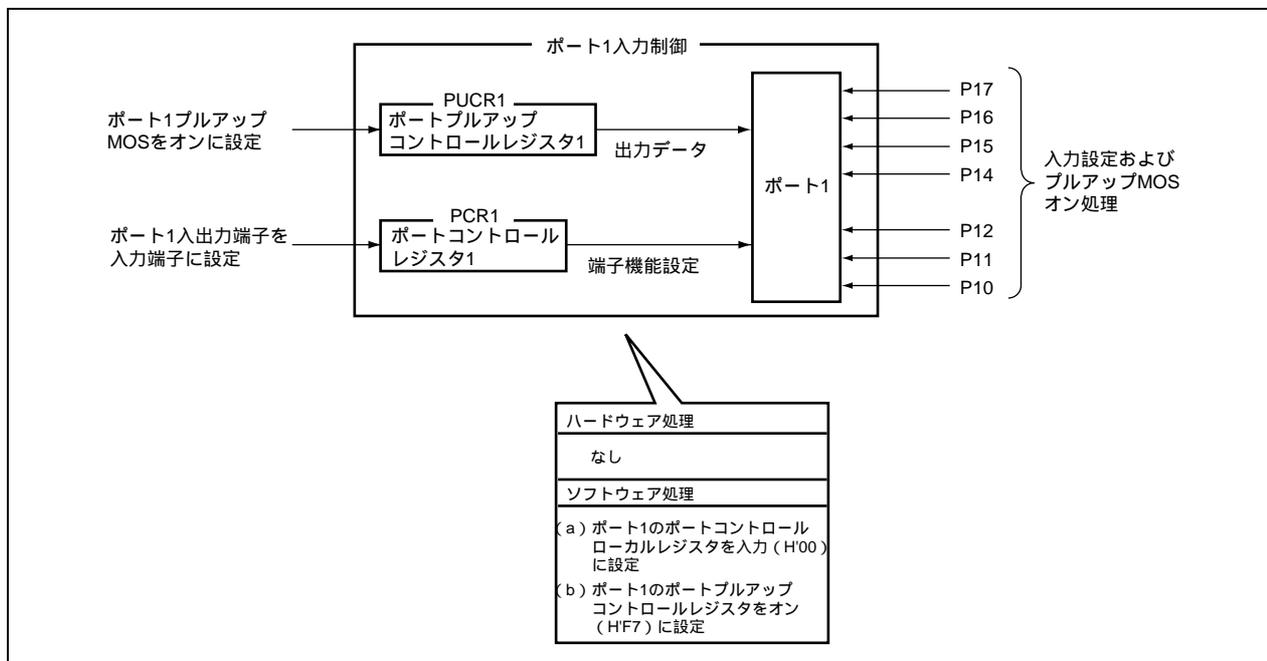
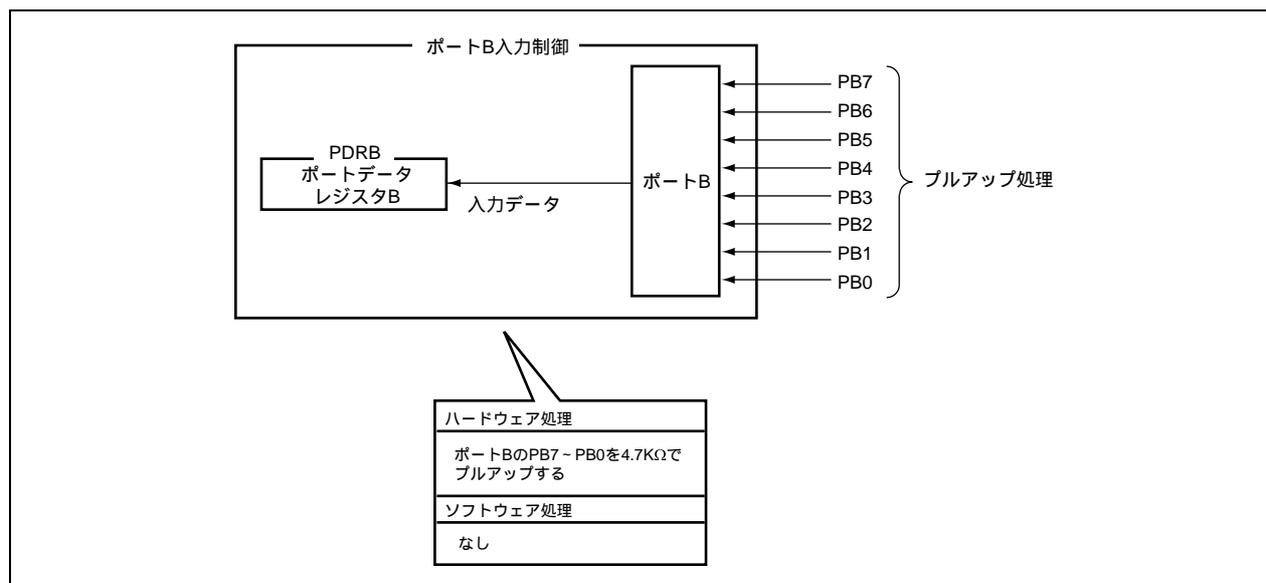

図 3.1 プルアップ MOS 付きポート（例：ポート 1）空き端子処理動作説明
図 3.3 入力専用端子（例：ポート B）空き端子処理動作説明
1. 図 3.1～図 3.3 に動作説明を示します。図 3.1～図 3.3 に示すようなソフトウェア/ハードウェア処理によりプルアップ MOS 付きポート（例：ポート 1）、汎用入出力ポート（例：ポート 2）、および入力ポート（例：ポート B）の空き端子処理設定を行います。